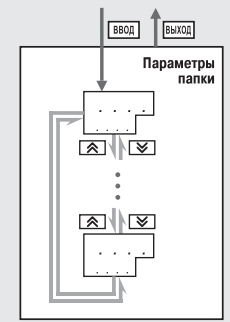

Рис. 28. Перемещение по параметрам папки
- Перемещение по параметрам осуществляется кнопками **↑** и **↓** (**↓** / **↑**) (циклически в любую сторону) (рис. 28). При этом мигает имя параметра на ЦИ1.